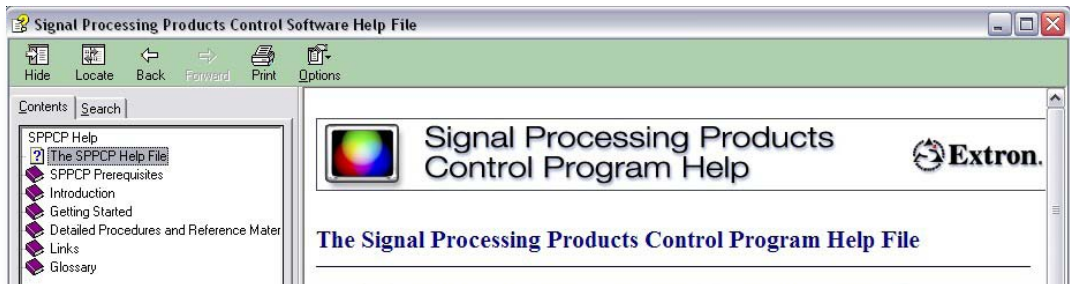

図 4-2: コントロールプログラムのヘルプのメインウィンドウ
- **Contents** — コントロールプログラムを使用して行う、DVS 304の構成方法を説明するヘルプファイルが開きます (F1 キーを押してもこのヘルプが開きます)。ヘルプファイルは、別のウィンドウで開きます (図 4-2 参照)。ウィンドウの左側にあるContents タブをクリックし、表示する項目を選択します。